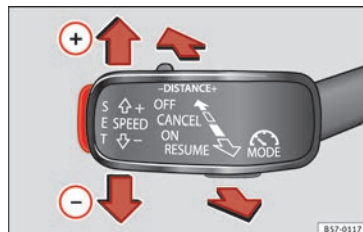

Fig. 48 À gauche de la colonne de direction : troisième levier de commande du GRA.
• Connecter le GRA : placez le troisième levier sur **ON** **» fig. 48**. Le système se met en
- Activer le GRA : appuyez sur le bouton **SET** » **fig. 48**. La vitesse est mémorisée et maintenue.
- Déconnecter le GRA temporairement : déplacez le levier en position **CANCEL** » **fig. 48** et relâchez ou appuyez sur la pédale de frein. Le réglage est désactivé temporairement.
- Reconnecter le GRA : déplacez le levier en position **RESUME** » **fig. 48** puis relâchez-le. La vitesse mémorisée sera de nouveau enregistrée et réglée.
- Déconnexion du GRA: déplacez le troisième levier sur la position **OFF** » **fig. 48**. La vitesse mémorisée est effacée et le système est déconnecté.